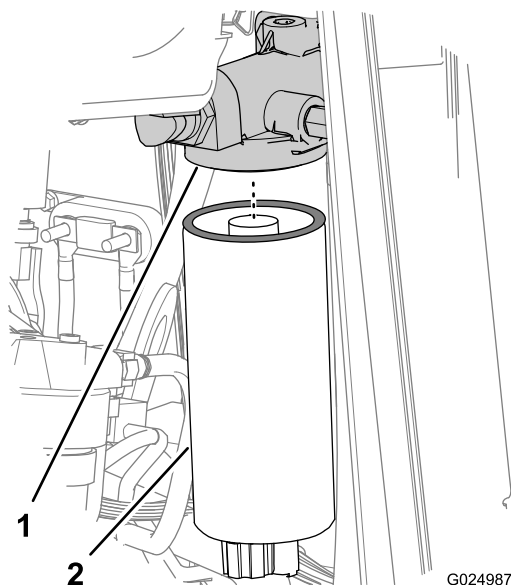
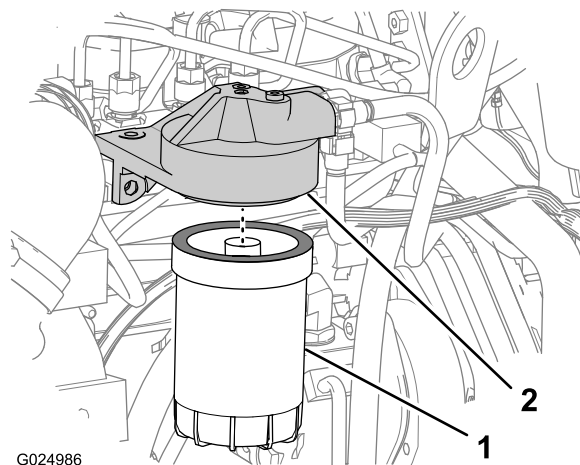

Figura 74
Figura 75
- Solte e remova o filtro primário de combustível (Figura 74).
- Limpe as superfícies de vedação dos adaptadores de filtro para os filtros primário e secundário de combustível (Figura 74 e Figura 75).
- Instale o filtro primário de combustível no adaptador de filtro e aperte o filtro até que a junta entre em contato com a superfície do cabeçote do filtro (Figura 74).
contato com a superfície do cabeçote do filtro (Figura 75).